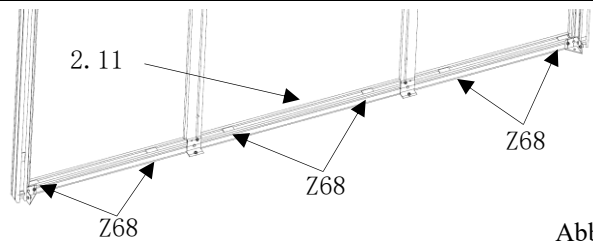

Abb.82
- unten im Bodenprofil (Pos. 2.11) müssen pro Feld jeweils zwei Glasklötze (Pos. Z68) eingeklebt sein! (Abb. 82)